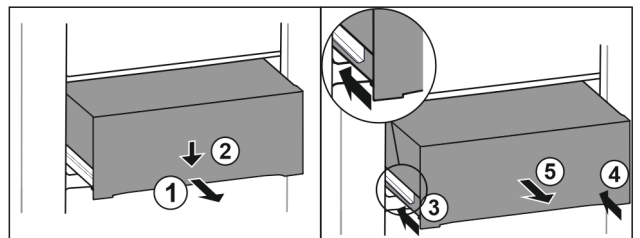

Fig. 112
- ▶ Schubfach halb herausziehen. Fig. 112 (1)
- ▶ Schubfach an der Vorderseite nach unten drücken. Fig. 112 (2)
- ▶ Linke Schiene etwa 2 cm einschieben. Fig. 112 (3)
- ▶ Rechte Schiene etwa 2 cm einschieben. Fig. 112 (4)
- ▶ Schubfach nach vorne entnehmen. Fig. 112 (5)